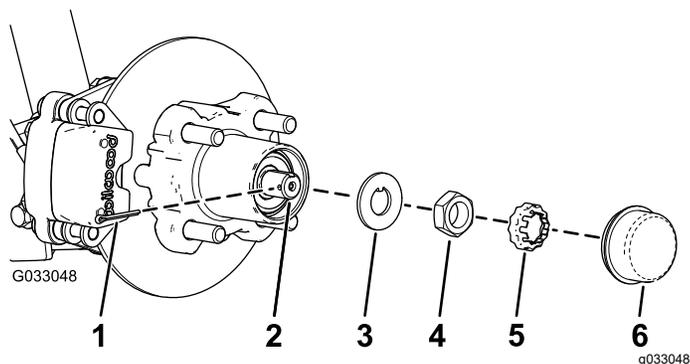
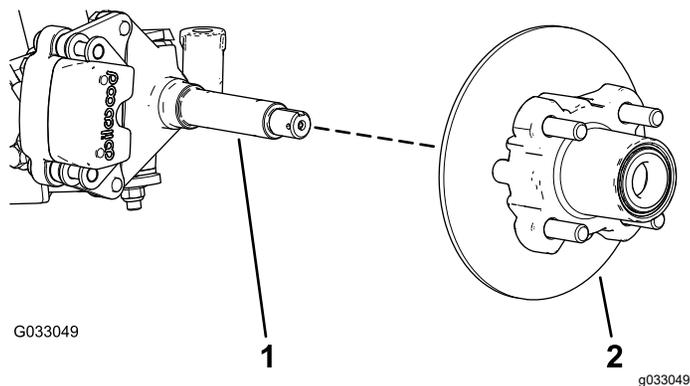

图 25
图 26
4. 从轮毂上卸下防尘盖 图 25。
5. 从主轴和主轴螺母上卸下开口销和螺母卡环 图 25。
6. 从主轴上卸下主轴螺母将轮毂和转子总成从主轴上分开 图 25和图 26。